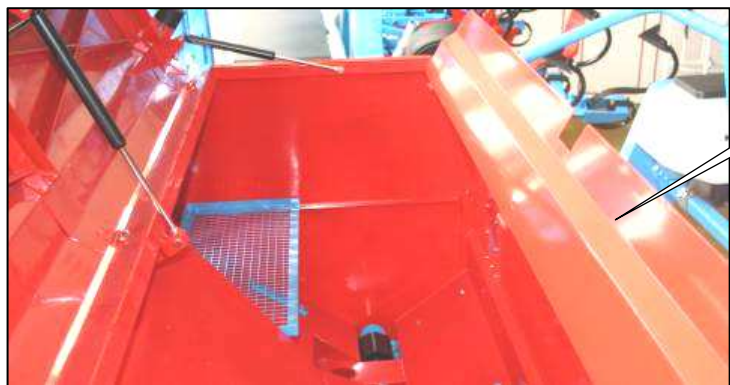

Fig. 1
- Faire pivoter vers l'arrière la tôle (A fig. 1) qui se trouve dans la trémie de façon à faire entonnoir pour le remplissage.